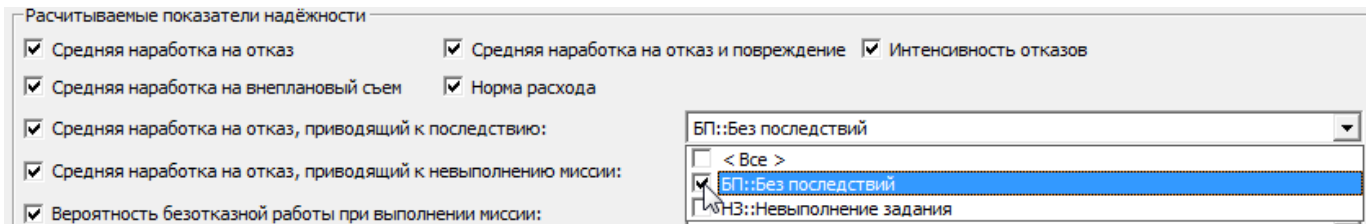

Рис. 29-7 – Блок «Расчитываемые показатели надежности»
6) В блоке «Расчитываемые показатели надежности» установить флаги в полях с наименованием необходимых показателей. Из выпадающих списков, для рассчитываемых показателей, выбрать необходимые параметры или оставить флаг в поле «Все» (рис. 29-7).